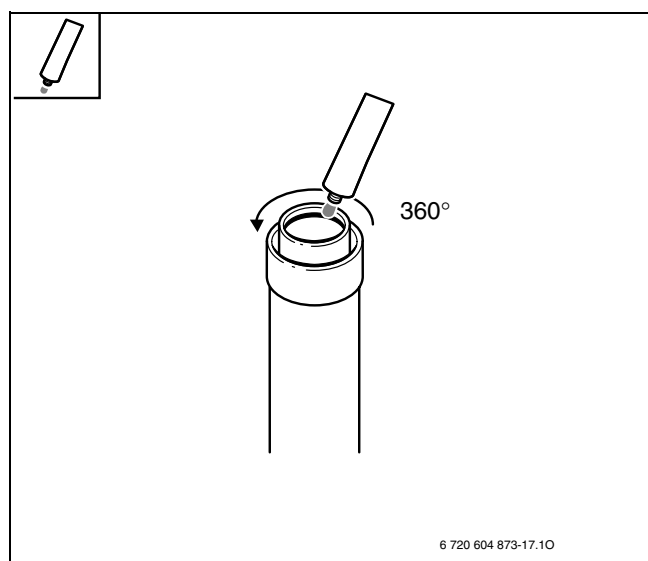

Fig. 1
- ▶ Garnitura trebuie unsă ușor pe partea de evacuare a gazelor arse (de exemplu vaselină) (Fig. 1).